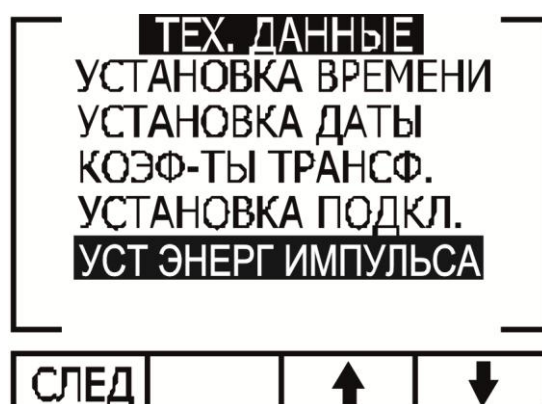

Рис. 18
1. Войдите в меню «Тех. данные» (п. 4.1) (рис. 18):